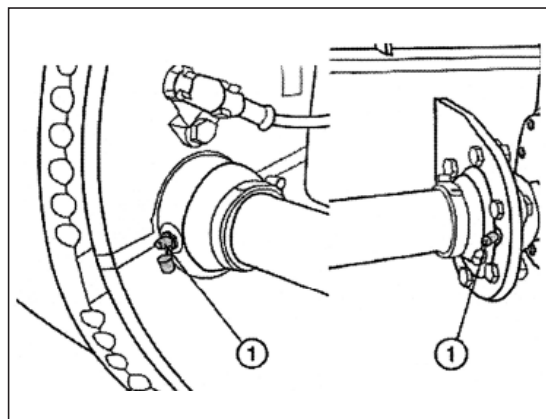

図 .3-2-1
グリスニップルからBPW ECO-Li Plus 耐熱グリスをベアリング部からあふれ出るまで補給。(図3-2-1 ①)